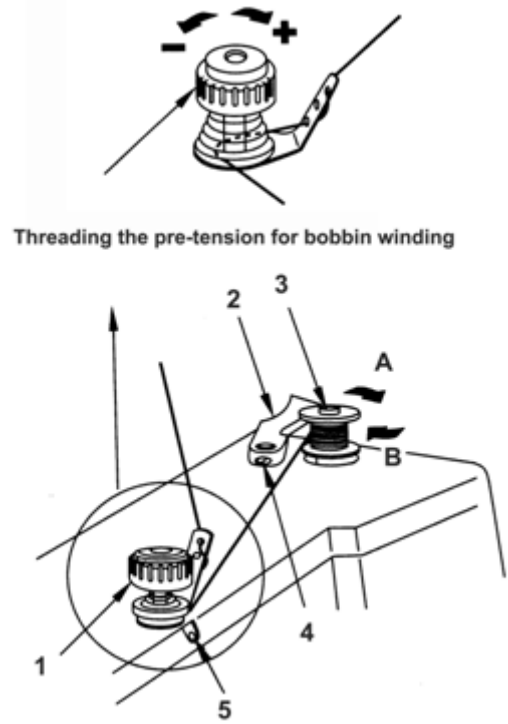

Figura 11
Introduza a bobina no eixo '3', Figura 11 do enchedor da bobina, o máximo possível. Obtém-se um enchimento mais denso ou menos denso de linha na bobina, girando-se o botão da pré-tensão conforme mostram as setas com os sinais + e - na Figura 11.
- Em costura reta, pode-se obter um melhor resultado não passando a linha pelo guia linha '1' da caixa da bobina (Figura 11).